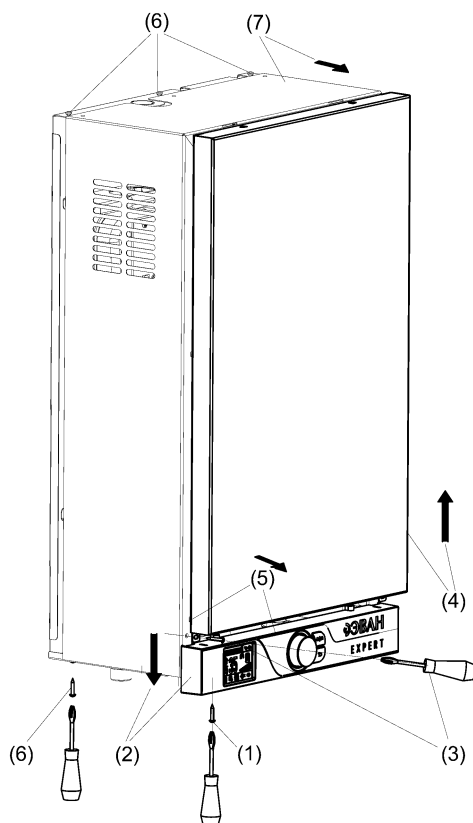

Рисунок 5.
- (1) Проверьте прочность стены (вертикального основания) на которую планируется установка котла. При необходимости выполните усиление стены.
- (2) Выполните разметку отверстий в стене под крепление закладной. Для удобства используйте разметочный шаблон. Закладная и разметочный шаблон входят в комплект поставки.
- (3) Просверлите отверстия в основании, на которое планируется крепить закладную.
- (4) Установите и закрепите закладную.
- (5) Снимите лицевую панель (см. рис. 5).
- (6) Установите котёл на закладную.
- (7) Выполните подвод электрокабелей к отверстиям для электромонтажа в корпусе котла, подробная информация и требования к электромонтажу приведены в разделе 6.
- (8) Установите лицевую панель на штатное место (см. рис. 5).
- (1) Выверните два винта с нижнего торца блока управления (см. рис. 5).
- (2) Сместите блок управления вниз (примерно на 20 мм).
- (3) Выверните два винта с нижней части панели лицевой.
- (4) Поднимите панель лицевую вверх и уберите в безопасное место.
- (5) Установка панели на штатное место производится в обратном порядке.
Для снятия кожуха при выполнении технического обслуживания и ремонтных работ, выполните дополнительные действия (см. рис. 5):